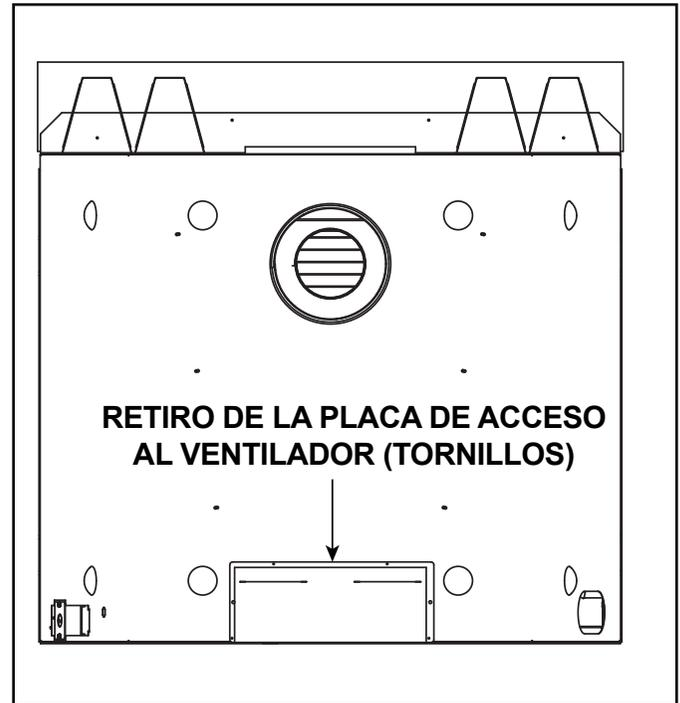

Figura 8.5 Retiro de la placa de acceso al ventilador
- Retire los tornillos de la placa de acceso al ventilador en la parte posterior del aparato. Consulte la Figura 8.5.